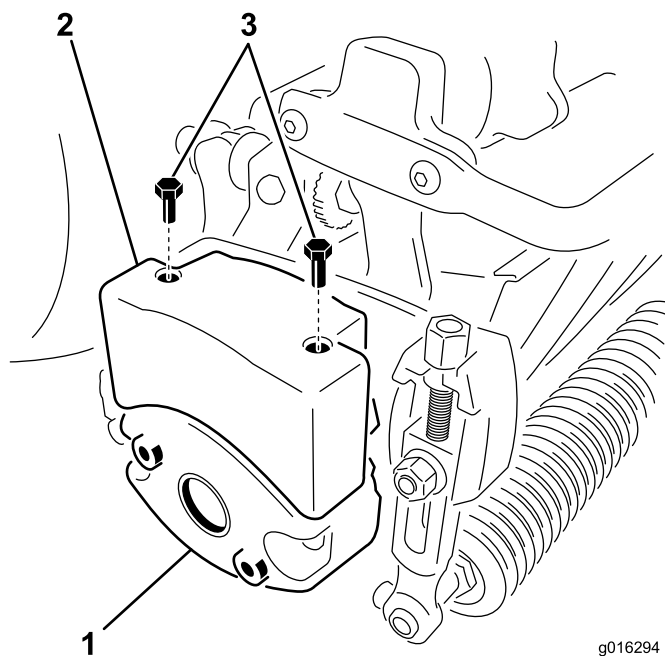

图 10
4. 拆下滚刀组一侧用于固定配重块的 2 个螺栓（图 10）。
6. 使用 2 个六角头螺丝，将上配重块安装到滚刀组配重块上（图 10）。